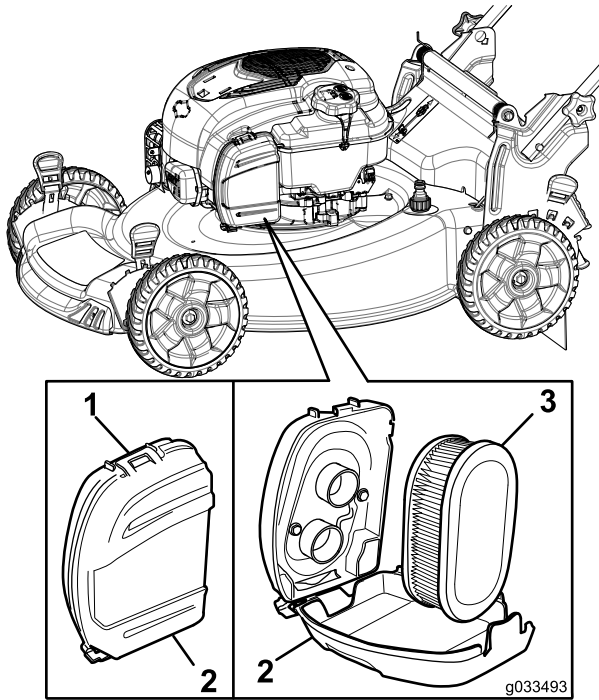

Figure 32
- Déclipsez le haut du couvercle du filtre à air (Figure 32).
- Retirez le filtre à air (Figure 32).